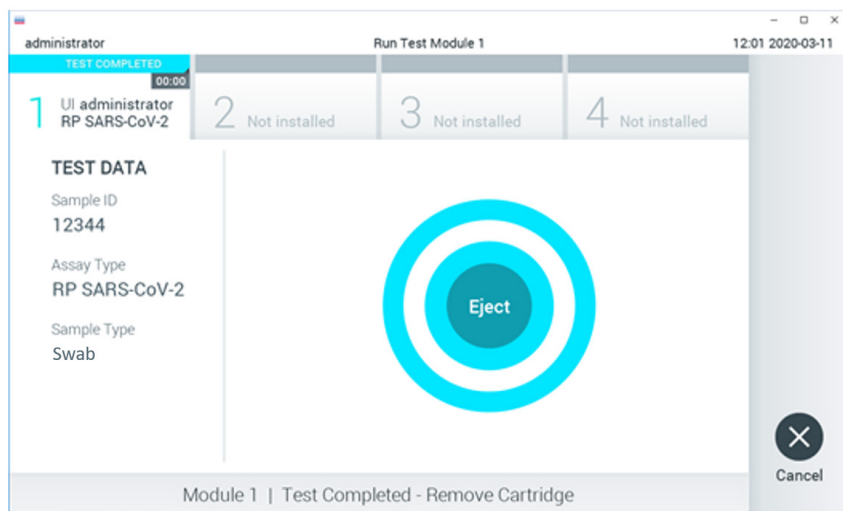

图 16. **Eject**（排出）屏幕显示的内容。
14. 测试运行完成后，将显示 **Eject**（排出）屏幕（图 16），然后模块状态栏将使用以下选项之一显示测试结果：